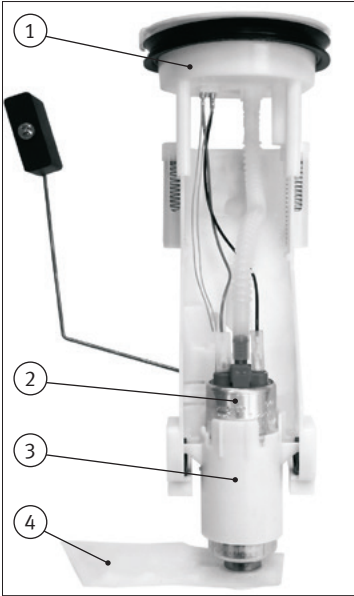
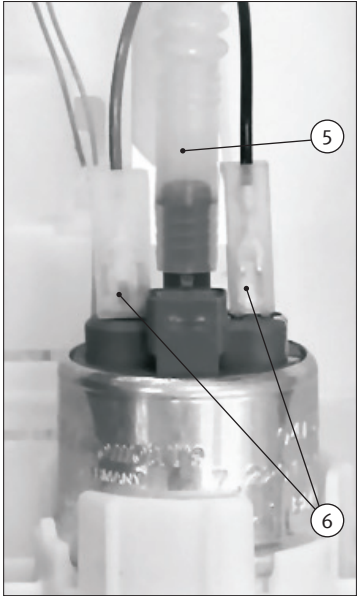
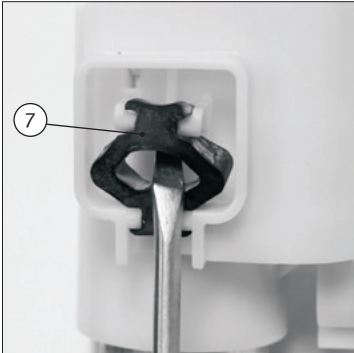
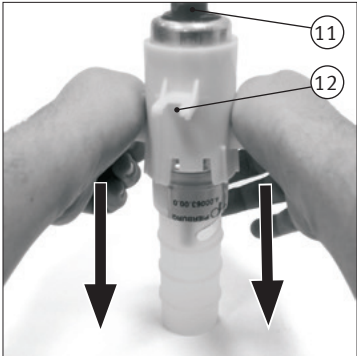

Abb. 1/Fig. 1/Puc. 1/图1
Abb. 2/Fig. 2/Puc. 2/图2
Abb. 3/Fig. 3/Puc. 3/图3
Abb. 8/Fig. 8/Puc. 8/图8
- 燃油泵 (2) 位于供油单元 (1) 内的支架 (3) 中 (参见图 1)。
- 小心地拔下泵入口处的吸气过滤器 (4)。清洁吸气过滤器，并置于一侧以备稍后安装。
- 拔下燃油泵的电气接头 (6) (参见图 2)。
- 打开软管夹并拔下软管 (5)。同时不要损坏燃油软管。
- 使用螺丝刀小心地旋出供油单元与支架之间的三个橡胶缓冲块 (7) (参见图 3)。
- 将泵 (2) 连同支架 (3) 从供油单元 (1) 中拉出。
- 现在须用工具将泵插入支架内，直至三角标记 (10) 恰好指向泵壳体的凸起 (9) 处。
- 如无任何凸起 (9)，则偏心安装的进气管接头 (11) 须朝向支架中间臂 (12)。
- 用工具将泵牢固地压入支架中 (参见图 8)。
- 将预装的新泵 (2) 连同支架 (3) 一同装入供油单元。
- 将三个橡胶缓冲块 (7) 重新压入支架和供油单元上的定位件内 (参见图 3)。
- 将燃油软管 (5) 插装到软管头头上并用软管夹/卡箍锁紧。同时不要损坏燃油软管。
- 连接电气接头 (6)。电气接头均具有反向极性保护。
- 重新安装吸气过滤器 (4)。吸气过滤器必须与油箱传感器朝向相同 (参见图 1)。